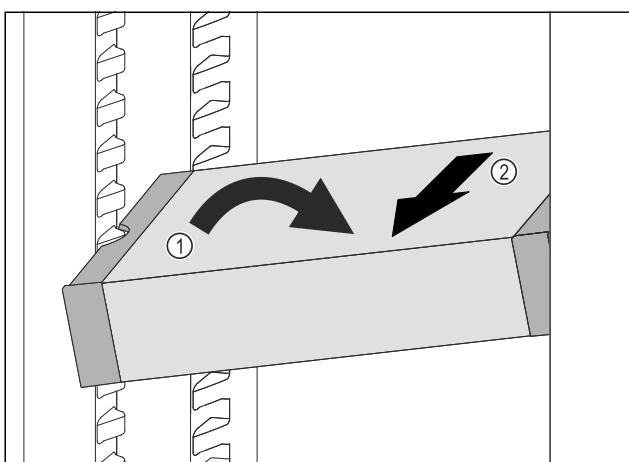

Fig. 81
- Predal VarioSafe postavite v hladilniku postrani. Fig. 81 (1)
- Predal VarioSafe izvlecite v smeri naprej. Fig. 81 (2)